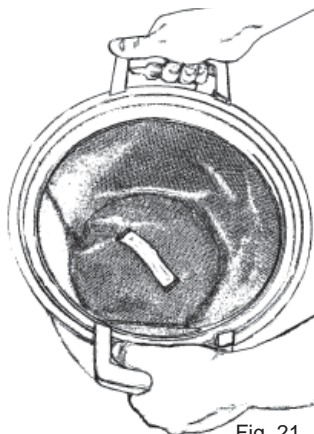

Fig. 21
2. Fjern ikke filteret fra beholderen. Ryst i stedet filteret let inden i beholderen for at løsne støv fra filteret, så det kan falde ned i beholderen, Fig. 21.
2. Sæt det rensede eller gennemrystede posefilter på plads i beholderen. Sørg for, at filterholderen passer ind i den indvendige kant på støvbeholderen. Kontroller, at filteret vender rigtigt - stofhåndtaget på filteret skal være synligt, Fig. 21.